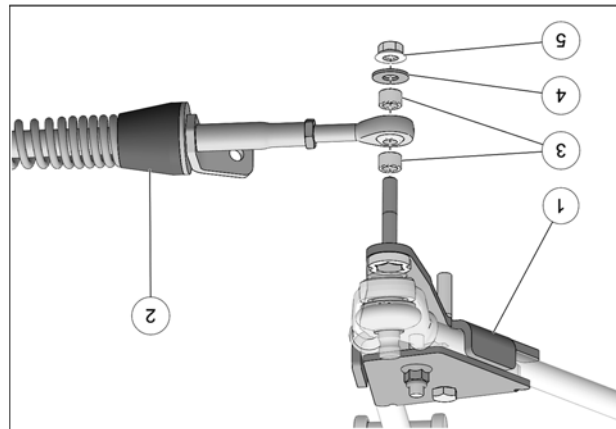

Fig. 19
8. Fixer le bras stabilisateur (2) à l'ancrage de suspension (1) à l'aide des deux espaces (3), de la rondelle (4) et de l'écrin autobloquant (5). Serrer à un couple de 70 N•m [52 lb•pi]. Voir la Fig. 19